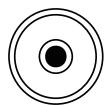

Рис.9
- (1) Закрутите подъемные винты, чтобы отцентрировать пузырек.
- (2) Поверните инструмент на 180° , пузырек будет находиться в центре. (Рис.9) В противном случае он подлежит юстировке. Способ юстировки.